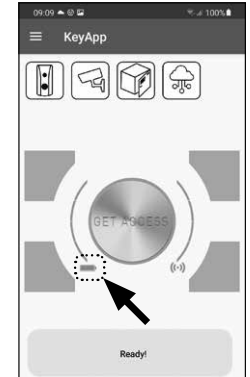

Abb. 163
- ! Tipp:** Wir empfehlen Ihnen, immer gleichzeitig die Batterien in Zylinder und Tastatur zu tauschen. Sie haben allerdings jederzeit auch die Möglichkeit, den Batteriestatus des Zylinders gesondert zu prüfen. Der aktuelle Batteriestatus wird Ihnen im Hauptschirm der secuENTRY KeyApp angezeigt (Abb. 163).